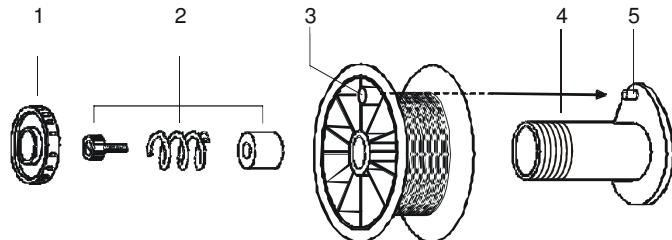

Fig.6 – Support de bobine de fil
- Positionner la bobine de fil sur son support (4-fig.6) en vérifiant que le trou de freinage (3-fig.6) reste correctement positionné sur le pivot de freinage (5-fig.6). En cas d'utilisation d'une bobine de fil en plastique, un adaptateur compatible doit être ajouté.
- 2 - Freinage de la bobine de fil (2-fig.6) en vérifiant que les avances et les arrêtes de la bobine soient instantanés.